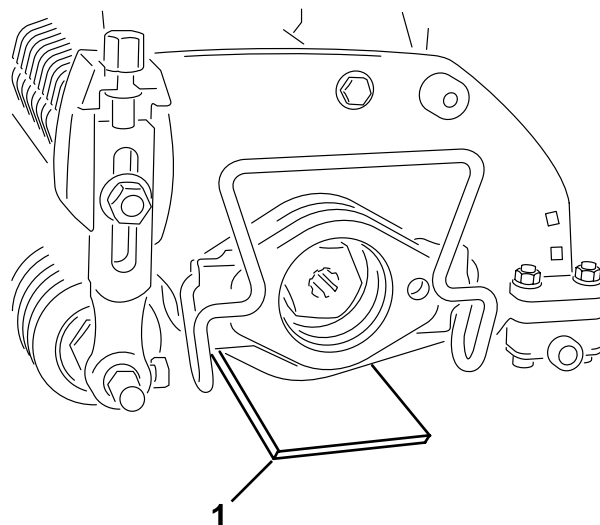

Figura 3
2. Posizionate una barra di misura (all'altezza della lama sopra il terreno desiderata) sotto ciascuna estremità del dispositivo anti-feltro (Figura 3).